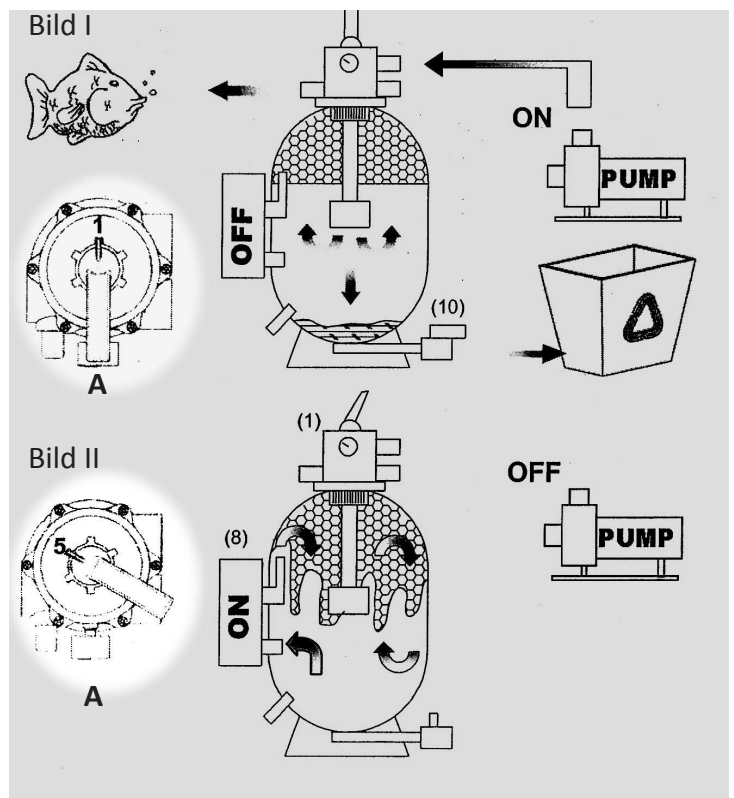

Fig. 14
- 2) Stäng av dammens pump. (PUMP) på fig. 14